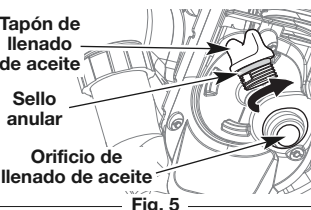

Fig. 5
4. Desenrosque el tapón de llenado de aceite (Fig. 5).
5. Vierta el contenido de la botella completa en el orificio de llenado de aceite (Fig. 5). **NO** rebose el tanque. Consulte la sección *Cómo comprobar el nivel de aceite*.
**NOTA:** Asegúrese de que el sello anular esté colocado en el tapón de llenado de aceite (Fig. 5).